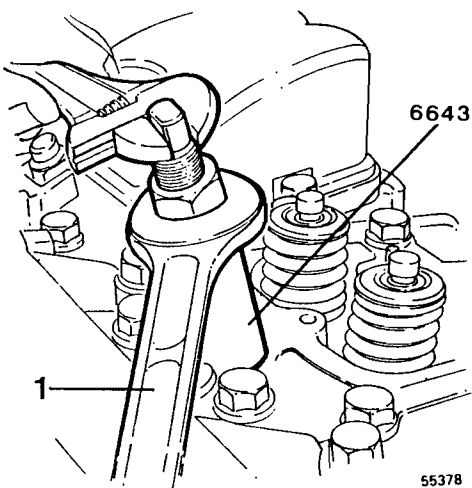

Fig. 42
- c) Desmontar los inyectores con el extractor 999 6643*, véase fig. 42.
- 11 Quitar los inyectores, véase fig. 42.